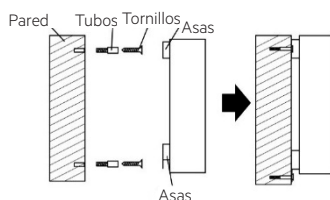

Fig. 4
3. Monte las asas con tornillos (fig. 4)